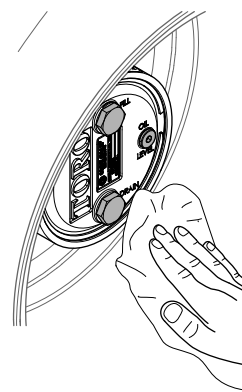

Рисунок 65
3. Начисто протрите корпуса планетарного редуктора и тормоза (Рисунок 65).